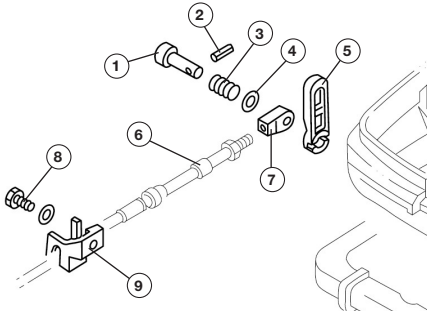

Рис. 13 Установка троса управления дроссельной заслонкой
6. Закрепите трос управления дроссельной заслонкой на рычаге, оболочку троса закрепите в кронштейне (Рис. 13).